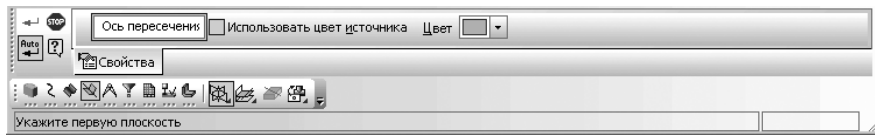

Рис. 8.165. Панель свойств: Ось на пересечении плоскостей, Компактная панель и строка сообщений
- щелкните в всплывающем меню по пункту  – **Пересечение двух плоскостей** и отпустите кнопку мыши. Появится соответствующая **Панель свойств: Ось на пересечении плоскостей**, показанная на рис. 8.165. В строке сообщений появится подсказка: **Укажите первую плоскость**.